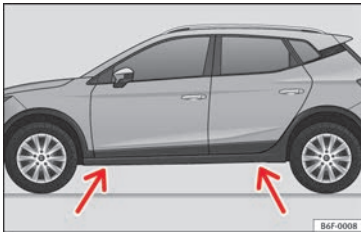

Bild 82 Punkter för placering av domkraft.
- Hitta stödpunkterna på staket (nedsänkt område) i närheten av hjulet som ska bytas » **bild 82**.